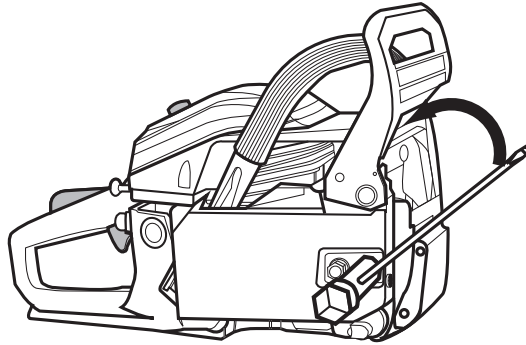

Abb. 1
1. Lösen Sie die Sicherungsmuttern (12) an der Schutzabdeckung (13) mit dem Universalschlüssel (32) durch Drehen gegen den Uhrzeigersinn (Abb. 1).